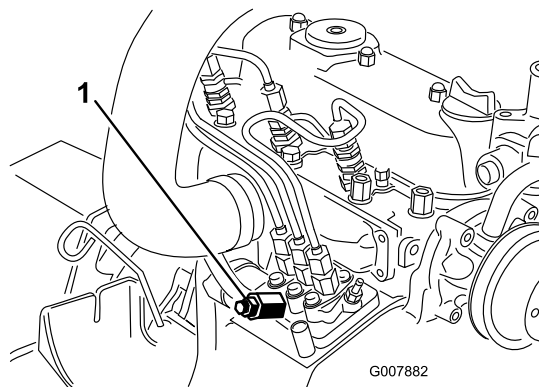

図 49
3. 燃料噴射ポンプについているエア抜きネジの下にウェスを当ててネジをゆるめる（図 49）。